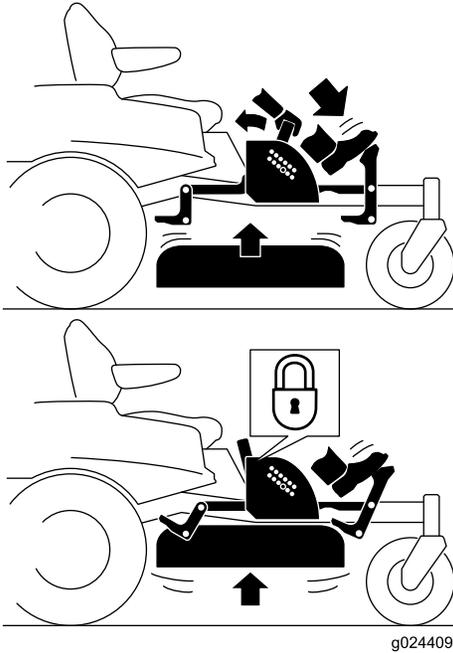

Figure 26
- Enfoncez la pédale pour élever le tablier de coupe; maintenez la pédale enfoncée jusqu'à ce que le tablier soit verrouillé en position de transport (Figure 26).
- Appuyez sur la pédale de levage du tablier avec le pied et tirez la poignée de verrouillage de transport en arrière pour désengager le verrou de transport (Figure 26).
4. Appuyez sur la pédale de levage du tablier avec le pied et tirez la poignée en arrière pour désengager le verrou de transport (Figure 26).